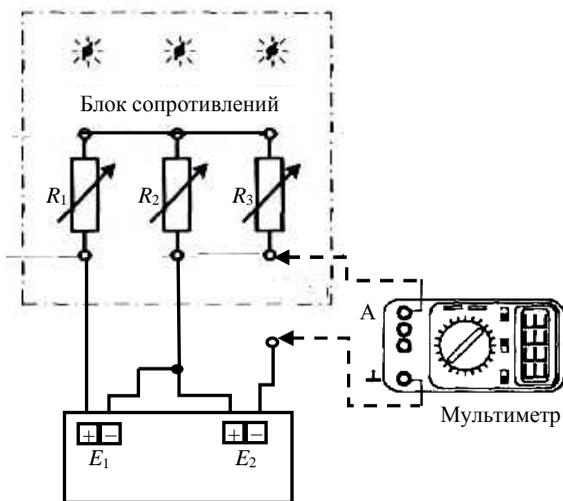

Рис. 1.5. Электрическая схема соединений для экспериментальной проверки метода эквивалентного генератора
5. Провести экспериментальную проверку метода эквивалентного генератора относительно ветви R_3 исследуемой цепи (см. рис. 1.5), для чего:
а) включить мультиметр в режиме амперметра так, как это показано на рис. 1.5;
б) переключить мультиметр в режим вольтметра и измерить напряжение холостого хода U_{xx} на клеммах (рис. 1.5);